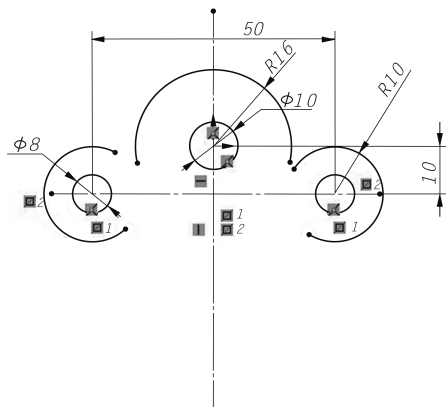

图 1-2-13 约束已知弧并标注尺寸
(2)添加左右圆弧【对称】几何约束,标注尺寸(见图 1-2-13)。